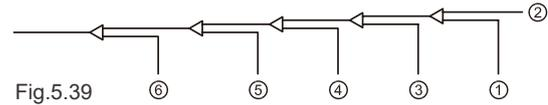

Fig.5.39
8. Enjuague las otras aberturas de la misma manera, trabajando en secuencia desde la unidad interior A hacia las unidades exteriores. Consultar Fig.5.39